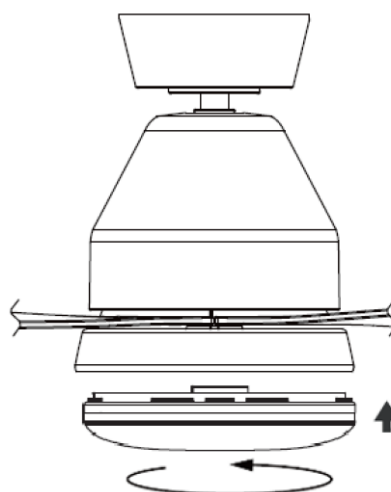

Fig. 6
- Installare la sfera nel supporto della lampada. (Solo per ventilatore con luce) Fig. 6